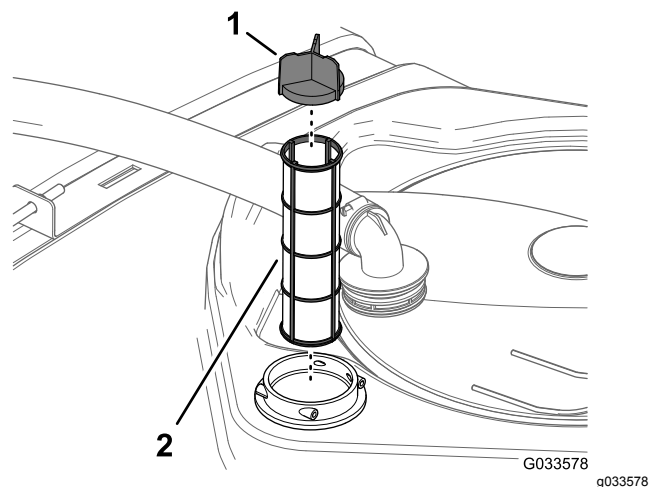

図 98
4. フィルタハウジングタンク内部から古いフィルタを取り出す 図 98。